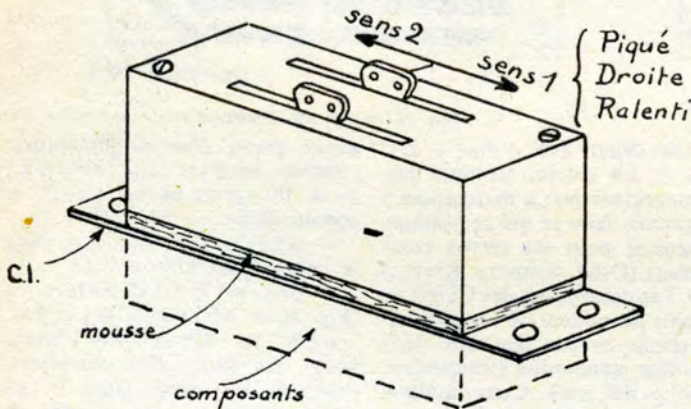

FIG. 28. - Variante 1.
a) Chaque Varioprop peut donc recevoir son CI individuel et rester autonome (Fig. 28). Utiliser du verre époxy épais. Prolonger le CI à chaque extrémité pour pouvoir placer les quatre petits passe-fils amortisseurs. Il pourrait être avantageux de supprimer le bouchon Grundig et de souder directement les connexions sur le CI. Faire
Pour ce servo, on pourrait avoir un problème de sens de la commande : le plus simple pour inverser ce sens est de croiser les fils extrêmes du potenti correspondant de l'émetteur. Refaire ensuite le calage du neutre (position symétrique de la précédente). On peut avoir à faire la même inversion pour le servo de gaz, alors que pour les autres, il suffit en général de changer de « corne ». On trouve en figure 28, les sens obtenus en suivant les instructions du texte. Lors de l'installation finale, éviter de faire passer